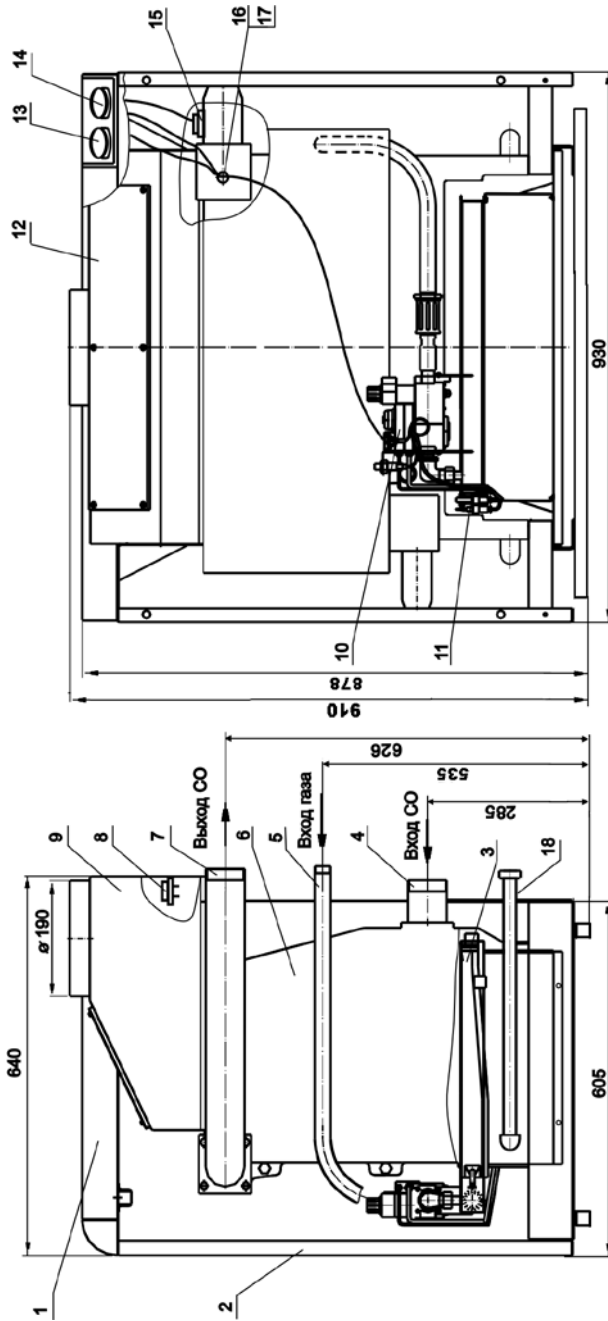
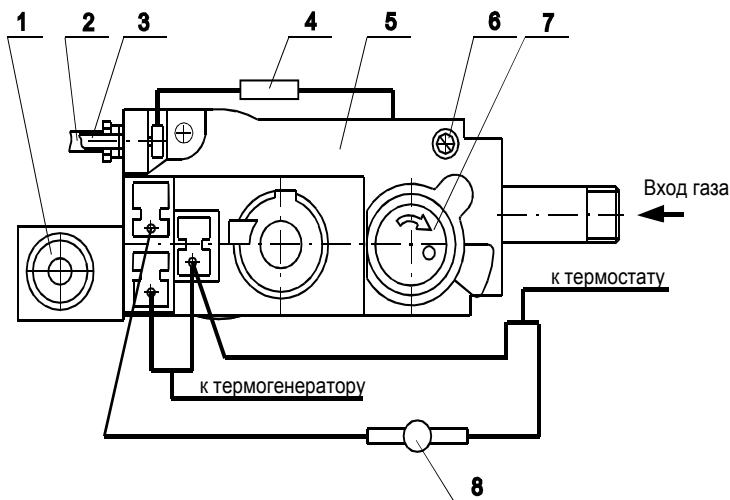
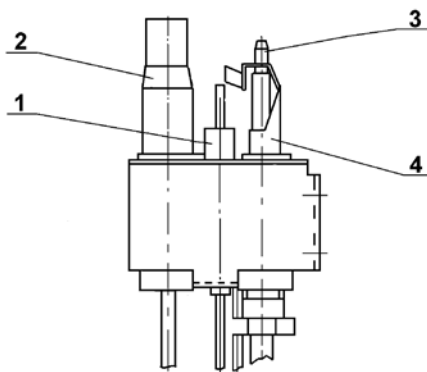

Рис.1 Котел отопительный водогрейный KOV-G-68 Комфорт
Рис.2 Блок управления
Рис.3 Устройство запальное
4.2. Теплообменник котла 6 (Рис.1) чугунный, оригинальной конструкции, обеспечивает коэффициент полезного действия 92%, длительный срок службы. В верхней части теплообменника установлен дымосборник 9 (Рис.1) с лючком 12 (Рис.1) для чистки газоходов теплообменника. В нижней части теплообменника установлены 2 трубы слива 18 (Рис.1), для полного слива воды из теплообменника.
4.3. Блок автоматики 5 (Рис.2) VS8620C представляет собой электромеханическое устройство и служит для подачи газа к запальнику и горелке, регулирования температуры воды в котле и автоматического отключения подачи газа при:
Установка требуемой температуры воды производится ручкой регулировочной термостата 14 (Рис.1), а ее контроль выполняется по термометру 13 (Рис.1).
4.5. Автоматика по перегреву 8 (Рис.2) (термостат предельного нагрева), соединенная проводами с блоком VS8620C и термостатом, обеспечивает автоматическое предохранительное отключение подачи газа на основную горелку при достижении температуры воды в баке -теплообменнике котла 93 °С ÷ 100 °С (в случае выхода из строя термостата или ошибочной настройки его на температуру выше 90 °С).
4.6. Автоматика по тяге состоит из датчика тяги (терморегулятора) 8 (Рис.1), укрепленного в задней части котла на дымосборнике 9 (Рис.1), и проводов, соединяющих терморегулятор с блоком автоматики 5 (Рис.2).
4.7. Устройство запальное Рис.3 предназначено для крепления запальника, термогенератора, термопары, свечи пьезорозжига и розжига основной горелки.
6.10. Проверьте работу пьезорозжига. При нажатии на кнопку пьезорозжига 1 (Рис.2) должна проскакивать искра между электродом свечи пьезорозжига 1 (Рис.3) и запальником 4 (Рис.3).
6.12. После монтажа проверьте газовые и водопроводные коммуникации котла на герметичность. Проверьте герметичность заглушек на трубах слива 18 (Рис.1). Герметичность соединений газопроводов проверяйте с помощью мыльной эмульсии. Запрещается применять огонь для обнаружения утечек газа.
- проверьте тягу в дымоходе, для чего поднесите зажженную спичку к отверстию дымосборника 9 (Рис. 1), находящегося с задней стороны котла.
7.3.2. Снимите панель переднюю 2 (Рис.1), закрывающую блок управления. Нажмите кнопку пусковую 7 (Рис.2) блока управления до отказа и, удерживая ее, нажмите на кнопку пьезорозжига 1 (Рис.2). Запальник должен загореться.
7.3.3. Ручкой регулировочной термостата 14 (Рис.1) установите необходимую температуру воды в котле, через ~ 40 ÷ 60 сек. (после нагрева термогенератора) загорится основная горелка.
7.5.1. Поверните кнопку пусковую 7 (Рис.2) по часовой стрелке до упора (на 15 ÷ 20°).